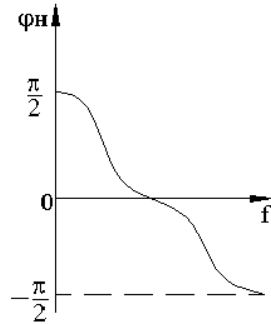

Рисунок 3.6 – Фазочастотная характеристика УК
3. Фазочастотная характеристика (ФЧХ),  $\varphi = f(f)$  (рисунок 3.6).